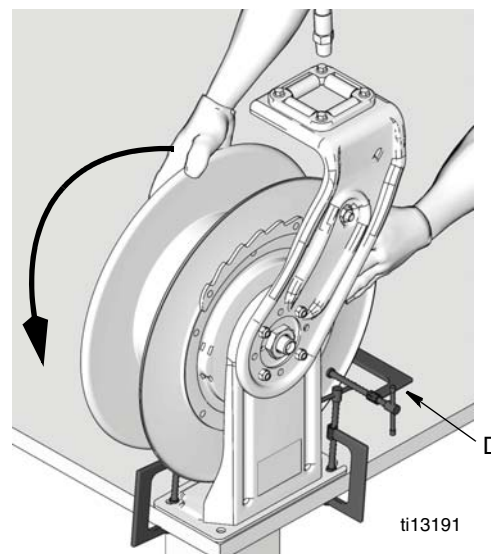

ABB. 11
2. Arretieren Sie die Aufrollerspule vor dem Aufwickeln des Schlauches mit einer Schraubzwinde (D, ABB. 11), um zu verhindern, dass die Spule entriegelt wird und frei rotiert.
4. Greifen Sie dicke Handschuhe tragend mit beiden Händen die äußeren Seiten der Aufrollerspule. Drehen Sie den Aufroller so oft wie vorgegeben (siehe Referenztable im Anhang zu Schritt 1) und beachten Sie dabei die Drehrichtung, wie in ABB. 11 gezeigt.
8. Befestigen Sie das Schlauchende (B) am Schlauchspulen-Anschlussbogen (A). Entfernen Sie dann vorsichtig die C-Klammer (D) (ABB. 11).